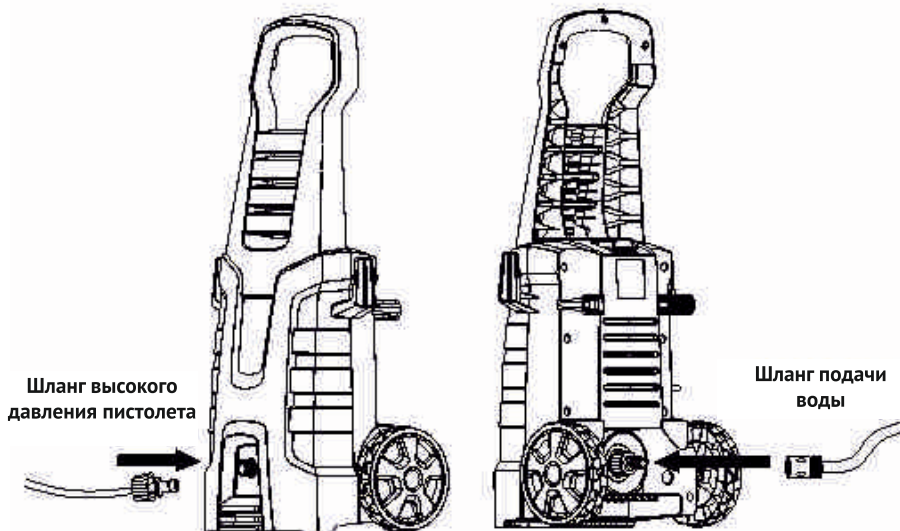

Рис. 4
8.1.3 Подключите к впускному штуцеру шланг подачи воды. Шланг подачи воды не входит в комплект поставки мойки (рис. 4).